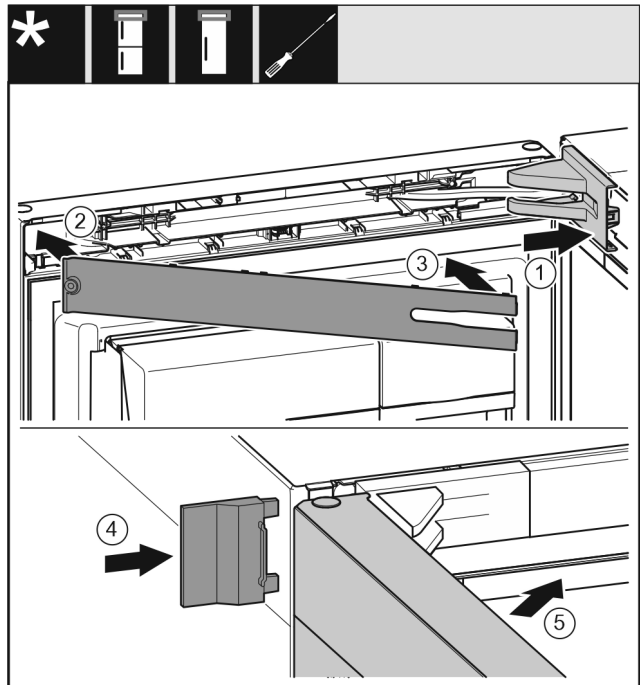

Fig. 22
- ▶ Встановіть та зафіксуйте кришку опорного кронштейна, у разі необхідності – обережно розтисніть. Fig. 22 (1)
- ▶ Встановіть панель. Fig. 22 (2)
- ▶ Поверніть і зафіксуйте панель. Fig. 22 (3)
- ▶ Насуньте зовнішню кришку. Fig. 22 (4)
- ▶ Закрийте верхні дверцята. Fig. 22 (5)